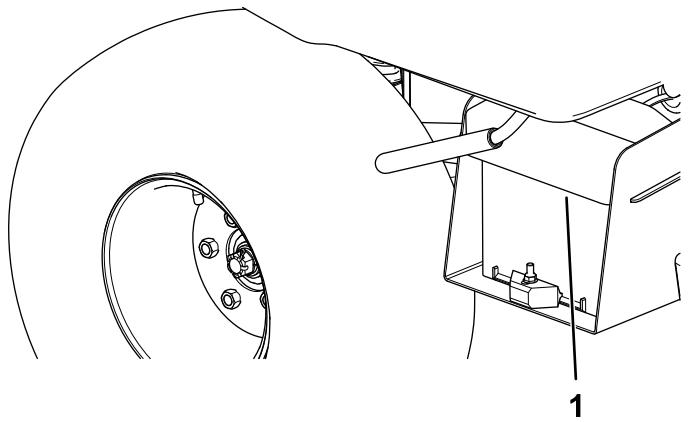

Bild 4
1. Drücken Sie die Batterieabdeckung zusammen, um die Nasen aus dem Batterieunterteil zu lösen (Bild 4).
2. Nehmen Sie die Batterieabdeckung vom Unterteil ab (Bild 4).
6. Fluchten Sie die Batterieabdeckung mit dem Batterieunterteil aus (Bild 4).
7. Drücken Sie die Batterieabdeckung zusammen, fluchten die Nasen mit dem Batterieunterteil aus und lassen die Batterieabdeckung los (Bild 4).